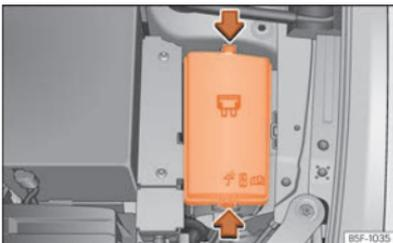

Abb. 203 Im Motorraum: Abdeckung des Sicherungskastens.
- Verriegelungstasten drücken, um die Abdeckung des Sicherungskastens »» **(Abb. 203)** zu entriegeln.